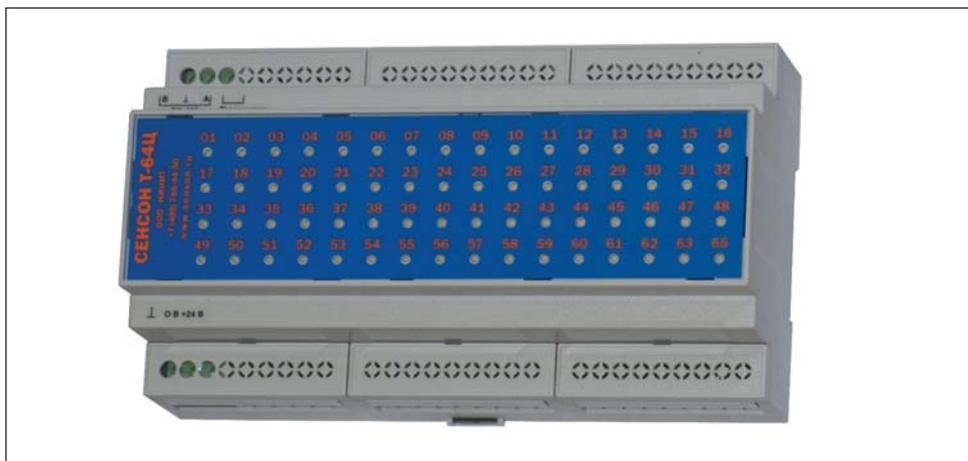

Рис.7. Информационное табло "Сенсон Т-64Ц"
Информационное табло является сетевым устройством, подключаемым к сети реле контроллера (рис.7). Оно имеет фиксированный сетевой адрес (246) и не предусматривает каких-либо настроек. Для подключения табло в контроллере предназначен специальный порт. Для электропитания табло необходим источник с напряжением 24 В и допустимым током не менее 3 А. Табло может размещаться как в общем боксе с контроллером, так и в любом удобном для оператора месте, на удалении от контроллера до 1200 м.